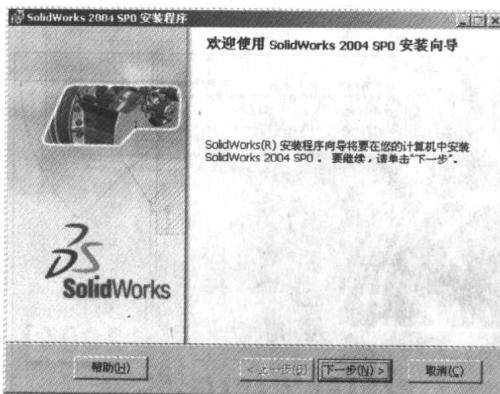

图 1-2
1. 在 SolidWorks 主安装程序欢迎界面中，单击【下一步】按钮，如图 1-2。